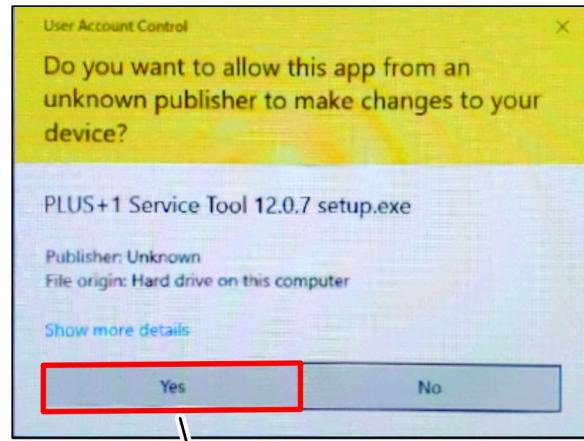

Figura 17
- Si aparece el cuadro de diálogo Control de cuentas de usuario, haga clic en el botón Sí(Figura 17).